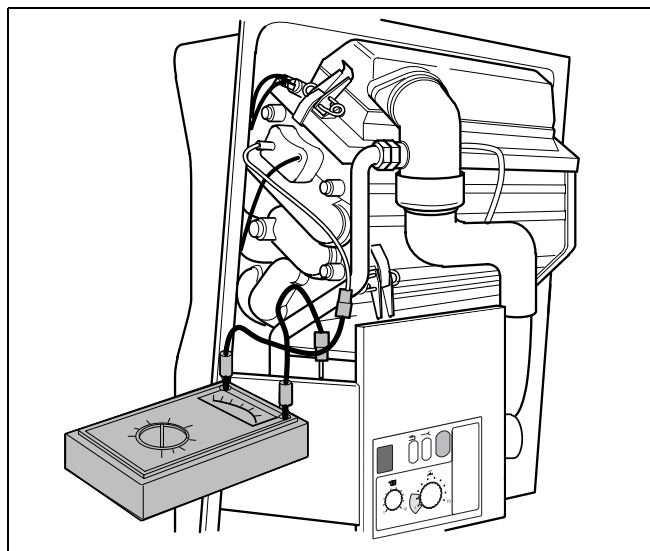

Fig. 31 Măsurarea curentului de ionizare
- Ștecherul cablului de supraveghere se slăbește și se racordează aparatul de măsurat în serie (fig. 31). La aparatul de măsură se alege domeniul de curent continuu μA . Aparatul de măsură trebuie să aibă o precizie de min. $1 \mu\text{A}$.